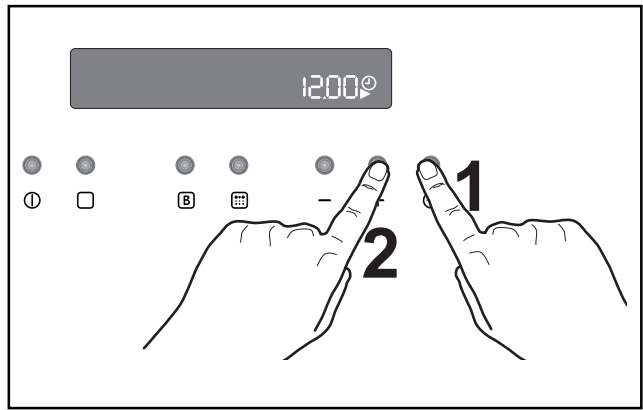

Fig. 2
1. Appuyez sur la touche  jusqu'à ce que les symboles  et  clignotent sur l'écran. Réglez l'heure à l'aide des touches "−" or "+" (Fig. 2).